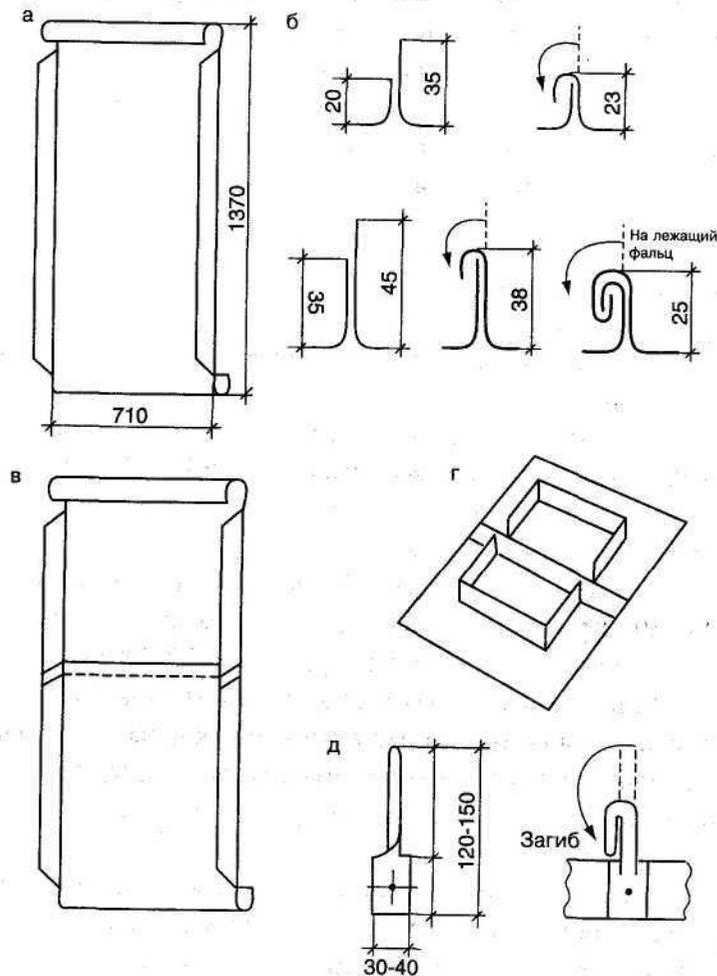

Рис. 100. Сборка кровли из оцинкованных листов (размеры в мм):
7. После того как оба ската будут покрыты картинами, отогните по коньку стоячий фальц (на разных скатах обрезайте верхнюю кромку с разным напуском (рис. 100).